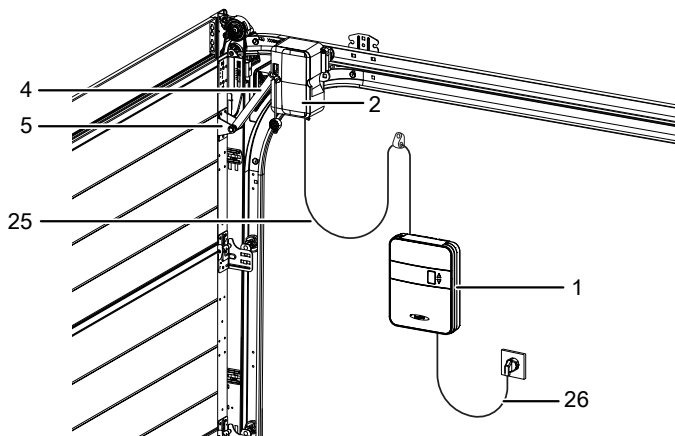

Abb. 1: Produktübersicht - Aufgebaut
Bei Garagentoren mit einer Schlupftür muss ein Schlupftürkontakt (Zubehör) installiert und am Motorkopf (2) angeschlossen werden (Abb. 12a). Lösen Sie die Schrauben der Abdeckung am Motorkopf (2) und nehmen Sie die Abdeckung ab (Abb. 12b). Brechen Sie mit einer Zange die Blindlasche seitlich am Gehäuse des Motorkopfes aus (Abb. 12c). Verlegen Sie das Anschlusskabel entlang des Hebelarms (4) und befestigen Sie es mit Kabelbindern. Achten Sie auf genügend Bewegungsfreiheit des Kabels (Abb. 12d). Schließen Sie das Kabel des Türschlupfkontaktes an den Klemmblock an (Abb. 12e). Setzen Sie die Abdeckung wieder auf das Gehäuse und verschrauben Sie sie (Abb. 12f). Entfernen Sie nach der Installation des Schlupftürkontaktes im Steuergerät den 8k2- Widerstand an der Klemme G. Siehe auch die Abb. 1 im Kapitel „Übersicht Anschlussplan“.